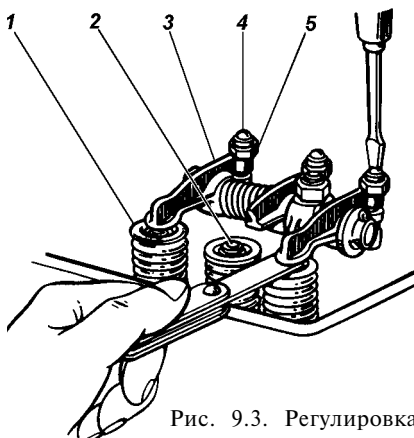
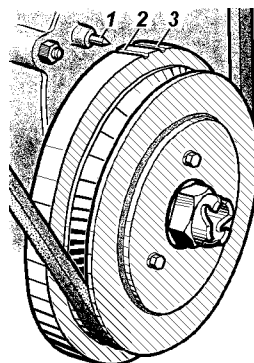

Рис. 9.3. Регулировка зазора между коромыслом и клапаном:
Рис. 9.2. Установочные метки на шкиве-демпфере коленчатого вала:
- установите поршень первого цилиндра по метке на шкиве-демпфере коленчатого вала (рис. 9.2) в ВМТ при такте сжатия и щупом проверьте зазор между коромыслами и 1, 2, 4, 6 клапанами. При неправильном зазоре с помощью регулировочного винта установите зазор по щупу (рис. 9.3), после чего, поддерживая отверткой регулировочный винт, затяните контргайку и проверьте правильность зазора;